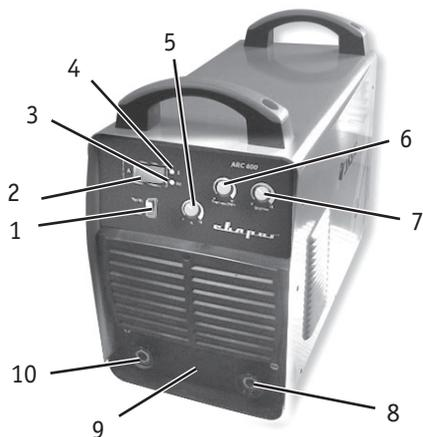

Рис. 1.1
2. Подсоедините сварочные кабели. На передней панели сварочного аппарата имеется две панельные розетки «+» и «-» (8 и 10) (**рис. 1.1**). Существует два способа подключения сварочных принадлежностей:
4. Установите способ сварки ММА с помощью регулятора (1) (рис. 1.1.).
5. Установите требуемую величину сварочного тока с помощью регулятора (5) (рис. 1.1) Устанавливайте значения сварочного тока, в зависимости от диаметра электрода, типа материала, требований технологического процесса и нормативной документации
6. Установите значение «горячего старта» (6) (рис. 1.1). Регулируя величину «горячего старта» добейте, чтобы зажигание дуги происходило легко, с одного касания, а электрод не прилипал к металлу.
7. Установите значение «форсажа дуги» (7) (рис. 1.1). Регулятор форсажа дуги служит для облегчения процесса сварки, особенно при малых значениях сварочного тока, установите значение форсажа дуги в зависимости от конкретных условий сварки.
Аппараты данной серии предусматривают возможность подключения пульта дистанционного управления. При использовании пульта дистанционного управления, подключите кабель дистанционного управления в соответствующий разъем в нижней части передней панели сварочного аппарата (9) (рис. 1.1) и зафиксируйте его.
1. Выберите режим TIG на передней панели аппарата. (1) **(рис. 1.1)**.
2. Вставьте разъем горелки со специальным силовым наконечником с подводом газа в соответствующий разъем со знаком «-» (8) **(рис. 1.1)** на панели аппарата, поверните его до упора по часовой стрелке, плотно зафиксируйте.
3. Вставьте обратный кабель в гнездо, помеченное знаком «+» (10) **(рис. 1.1)** на передней панели, закрутите ее по часовой стрелке. Закрепите заземляющий зажим на заготовке.